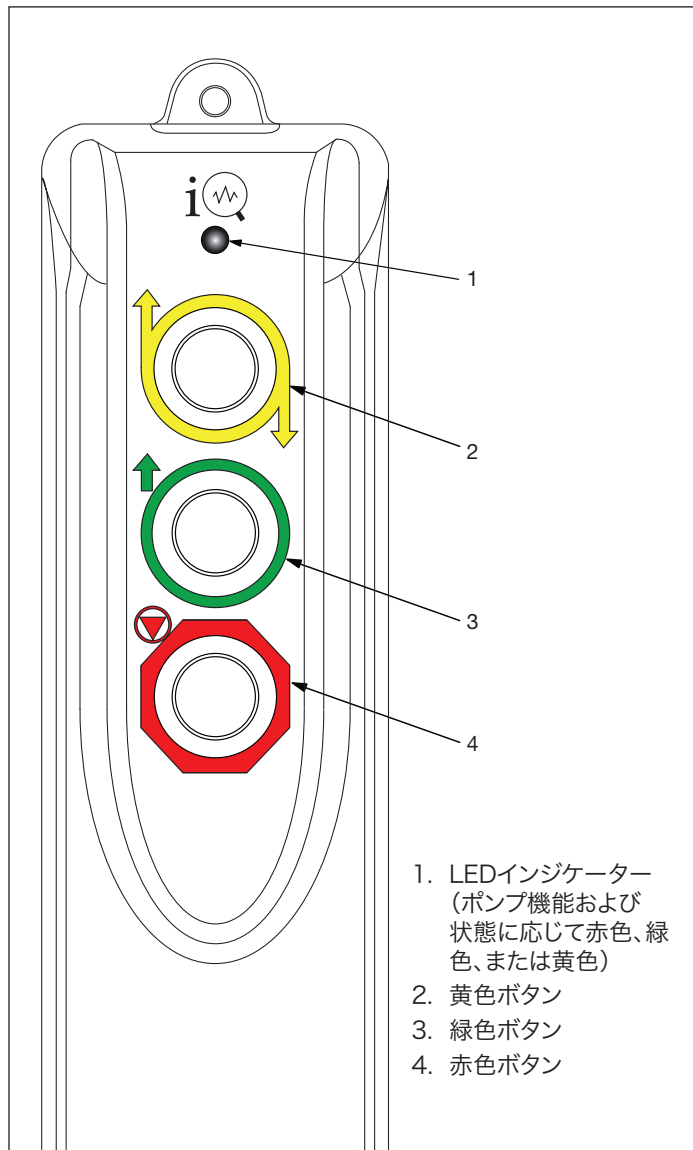

図5:ペンダントコントロール
ポンプにはポンプ機能を操作するための3ボタンのコード接続式ペンダントが付属しています。このペンダントはポンプに6 m [20 ft] のケーブルで接続されています。マルチカラーLEDインジケーターにより、ポンプの状態が分かります。図5を参照してください。
2. 赤色のペンダントボタンを押したままにします。図5を参照してください。